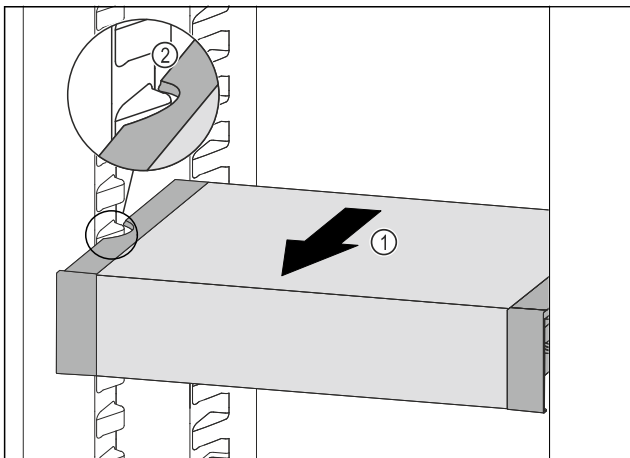

Fig. 54
- ▶ Тяните VarioSafe вперед Fig. 54 (1), пока боковые выемки VarioSafe не окажутся на высоте выступа резервуара в холодильном отделении. Fig. 54 (2)